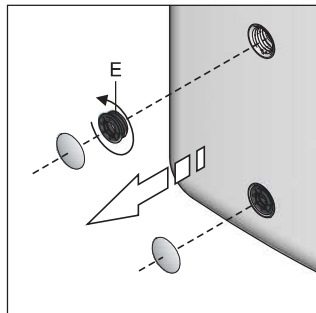

Fig. 5-4 Étapes de travail 2 + 3
3. démontez le cache à l'aide de la poignée et dévissez l'embout fileté (fig. 5-4, rep. E) du réservoir du ballon.